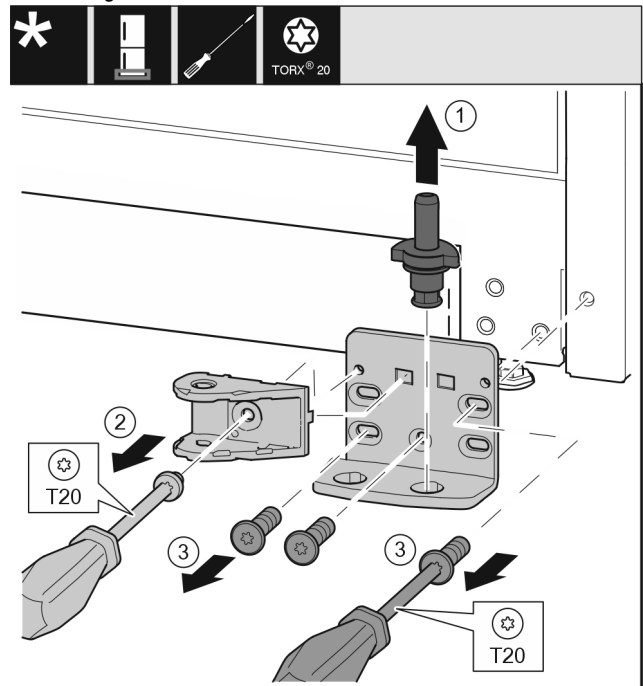

Fig. 45 \*
- ▶ 将轴承螺栓 Fig. 45 (1) 完全向上拉出。\*
- ▶ 将螺钉 Fig. 45 (2) 用螺丝刀旋开并取下关门阻尼器连接装置。\*
- ▶ 将螺钉 Fig. 45 (3) 用螺丝刀旋开并取下托架。\*